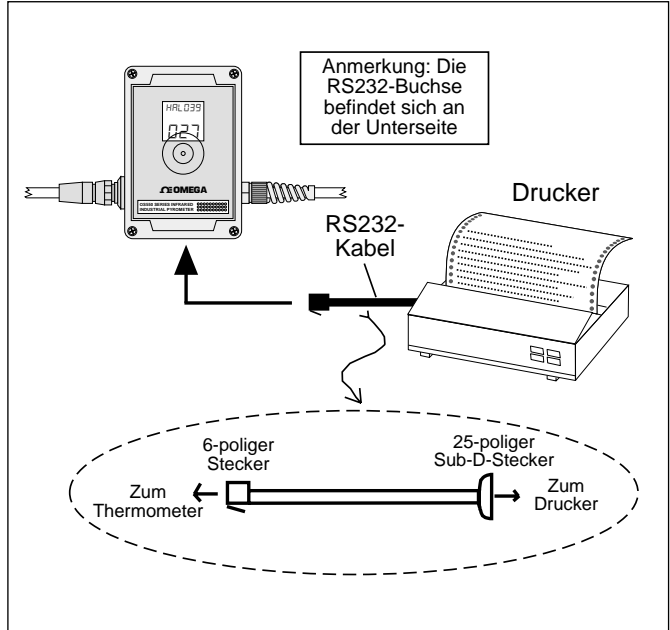

Abbildung 3-11. Serieller Anschluß eines Druckers
2. Die RS232-Buchse des Thermometers ist zugänglich, nachdem der Blindstopfen an der Unterseite des Gehäuses entfernt wurde (s. Abbildung 3-11).
3. Verbinden Sie Thermometer und Drucker mit dem Schnittstellenkabel wie in Abbildung 3-11 gezeigt. Achten Sie darauf, daß die Zugentlastung installiert wird, um die Dichtigkeit des Gehäuses sicherzustellen.